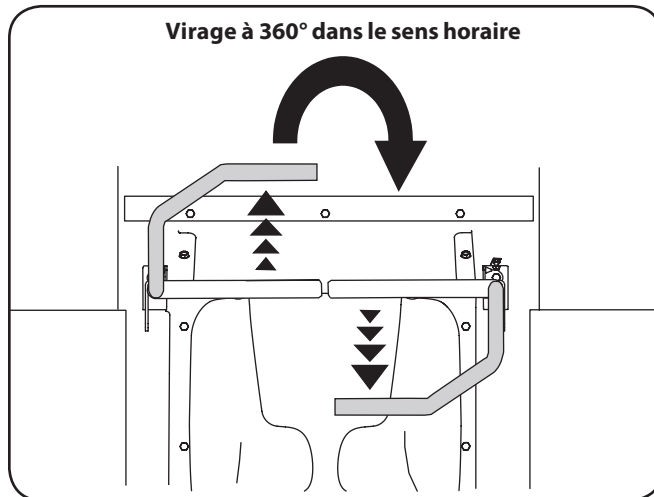

Figure 5-8
2. Pour tourner dans le sens horaire, poussez la barre de conduite gauche vers l'avant et tirez la barre droite vers l'arrière. Voir Figure 5-8.